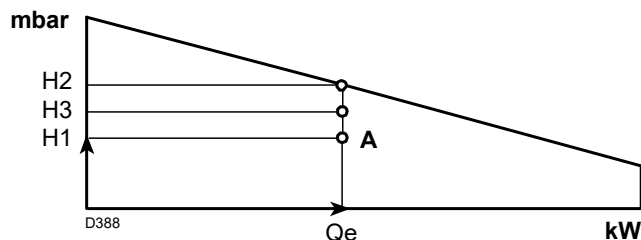

Fig. 3
- 4 Tracciare una verticale dal **punto A** (Fig. 3) e trovare la massima pressione “H2” del campo di lavoro.
- Se “H3” è maggiore di “H1” (Fig. 3), il bruciatore può erogare la portata richiesta.